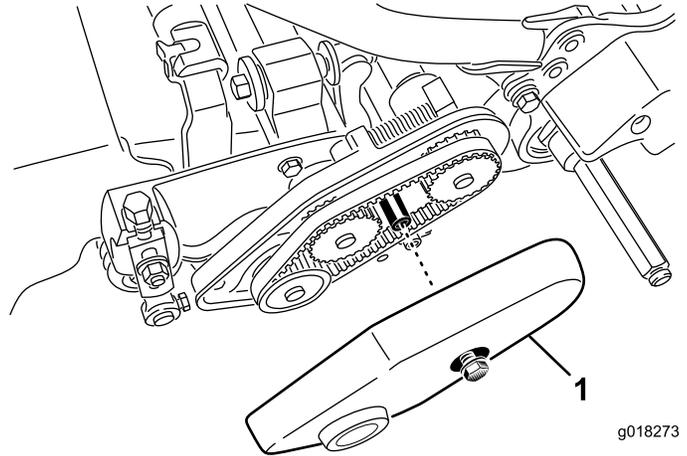

図 44
1. ベルトカバーを固定しているフランジボルトをゆるめてベルトカバーを外し、ベルトを露出させる (図 44)。